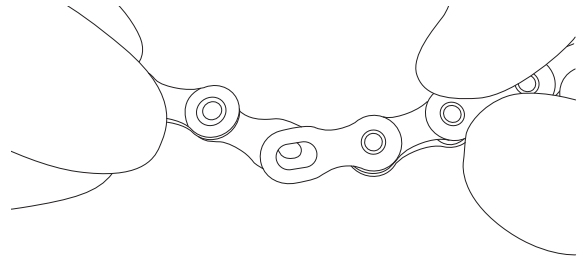

Fig.14
- Rimuovete la C-Link™, sia lato interno che esterno. (Fig. 14).